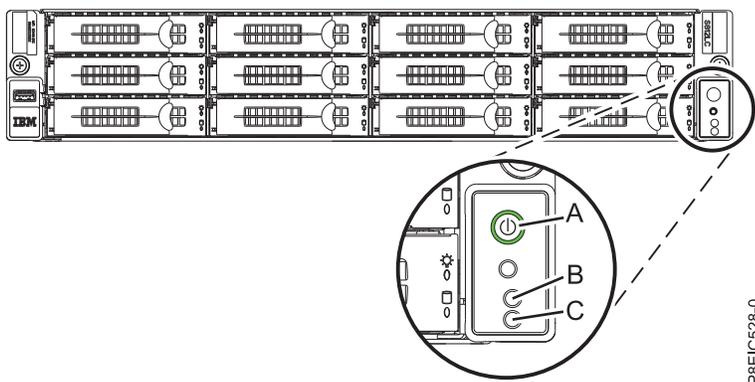

Figura 115. Botón de encendido
- El LED de encendido, tal como se muestra en Figura 115, está parpadeando. Una luz que parpadea indica la alimentación en espera para la unidad.
3. Pulse el botón de encendido (**A**) que se muestra en Figura 115. La luz de encendido deja de parpadear y permanece encendida, lo que indica que la alimentación del sistema está encendida. Los ventiladores de refrigeración del sistema funcionan a alta velocidad, y después de, aproximadamente unos 30 segundos, vuelven a la velocidad de funcionamiento.